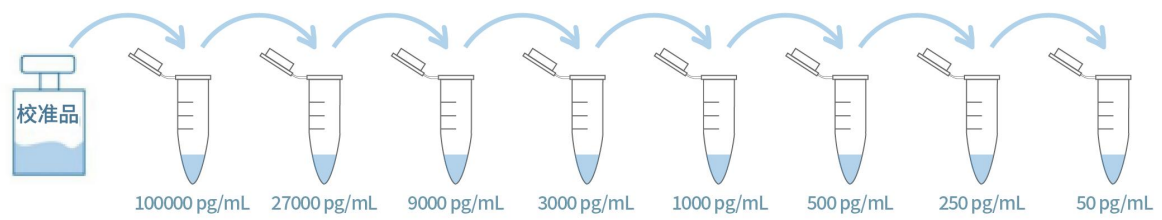

图 3 校准品稀释操作示例
3. 校准曲线配制：参照图 3 和表 3 对校准品进行梯度稀释。